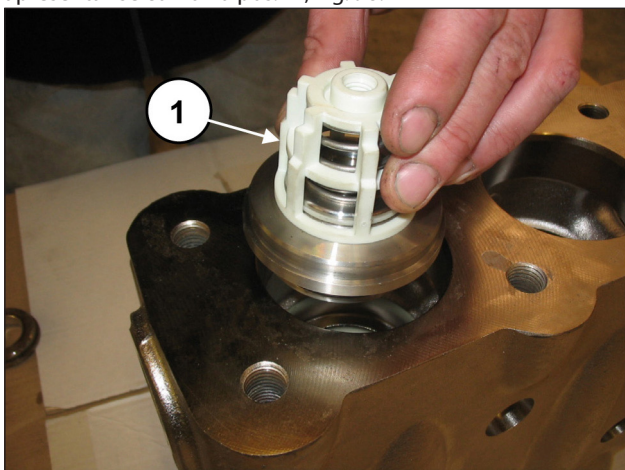
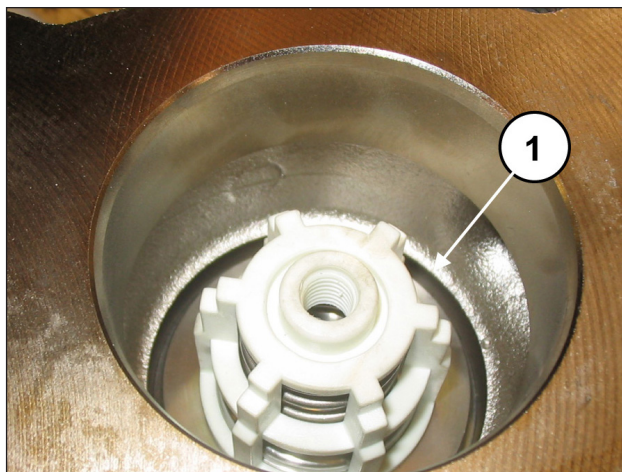

Fig. 97
Fig. 98
Insira o grupo da válvula de fluxo (pos. ①, Fig. 97). O grupo da válvula deve ser inserido completamente no fundo e apresentar-se como na pos. ①, Fig. 98.